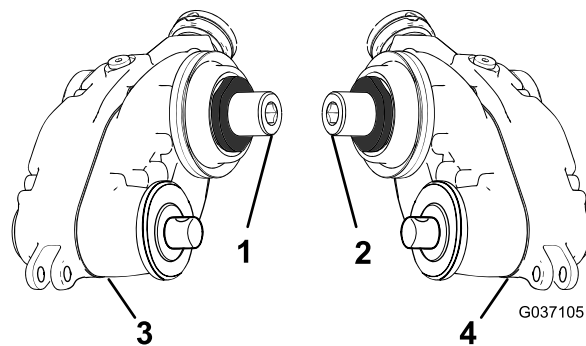

Figure 7
1. Identifiez les boîtiers d'entraînement de groomer gauche et droit; voir Figure 7.